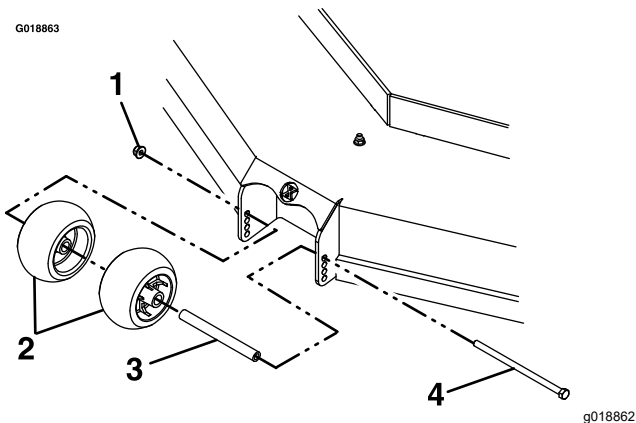

Figure 30
4. Après avoir réglé la hauteur de coupe, réglez les galets anti-scalp en retirant les fixations (Figure 30).
6. Serrez le contre-écrou (⅜ po) à un couple de 41 à 47 N·m (30 à 35 pi-lb), comme montré à la Figure 30.